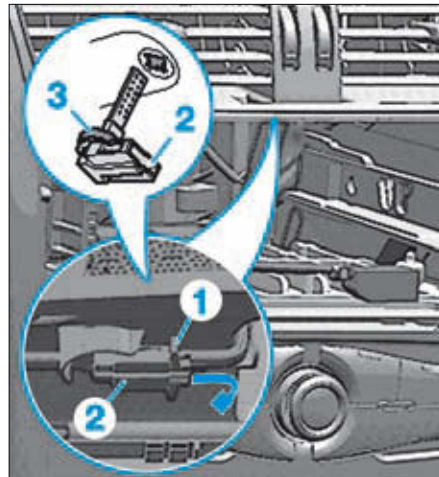

FIG. 47
- Accéder à la sonde de température depuis le logement de l'autoradio puis débrancher le connecteur (1) de la sonde (2) (Fig.47).
- Tourner la sonde (2) de 90°.
- Vérifier que le joint (3) de la sonde soit en bon état et correctement installé (Fig.47).